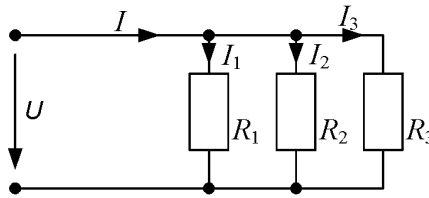

Рис. 2.11
3. В электрической цепи (рис. 2.11) $P = 10$ Вт; $I = 1$ А; $R_1 = 100$ Ом; $R_2 = 25$ Ом. Определить значения U , I_1 , I_2 , I_3 , R_3 , R_3 .